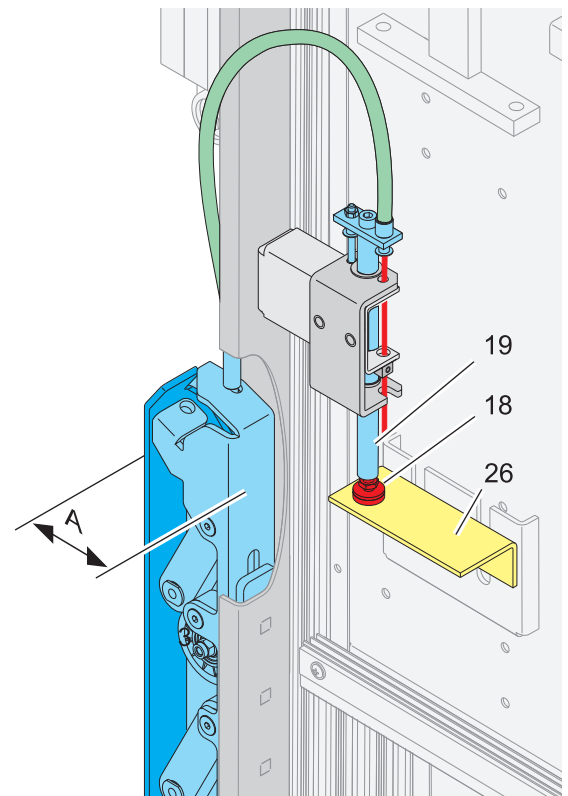

Abb. 42
- 35 mm maximaler Hub des Schiebers (A, Abb. 42) bei vollständig geöffnetem Hubtor.